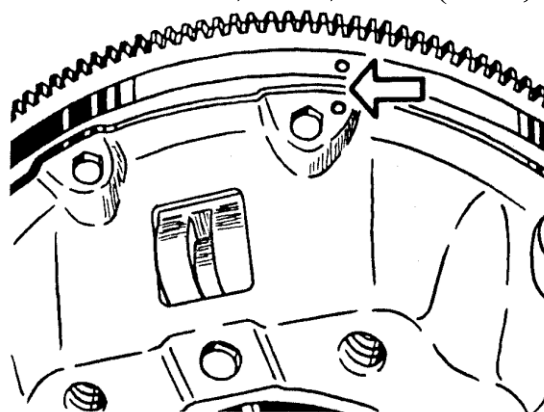

Рис.53. Расположение меток на маховике и кожухе сцепления
- привернуть к маховику нажимной диск сцепления с кожухом в сборе, предварительно отцентрировав ведомый диск сцепления при помощи шлицевой оправки (в качестве оправки можно использовать первичный вал коробки передач) по подшипнику в заднем торце коленчатого вала. Метки «0», выбитые на кожухе нажимного диска и маховике около одного из отверстий для болтов крепления кожуха, должны быть совмещены (рис.53). Затяжку болтов крепления кожуха производить с крутящим моментом 19,6...24,5 Н·м (2...2,5 кгс·м).